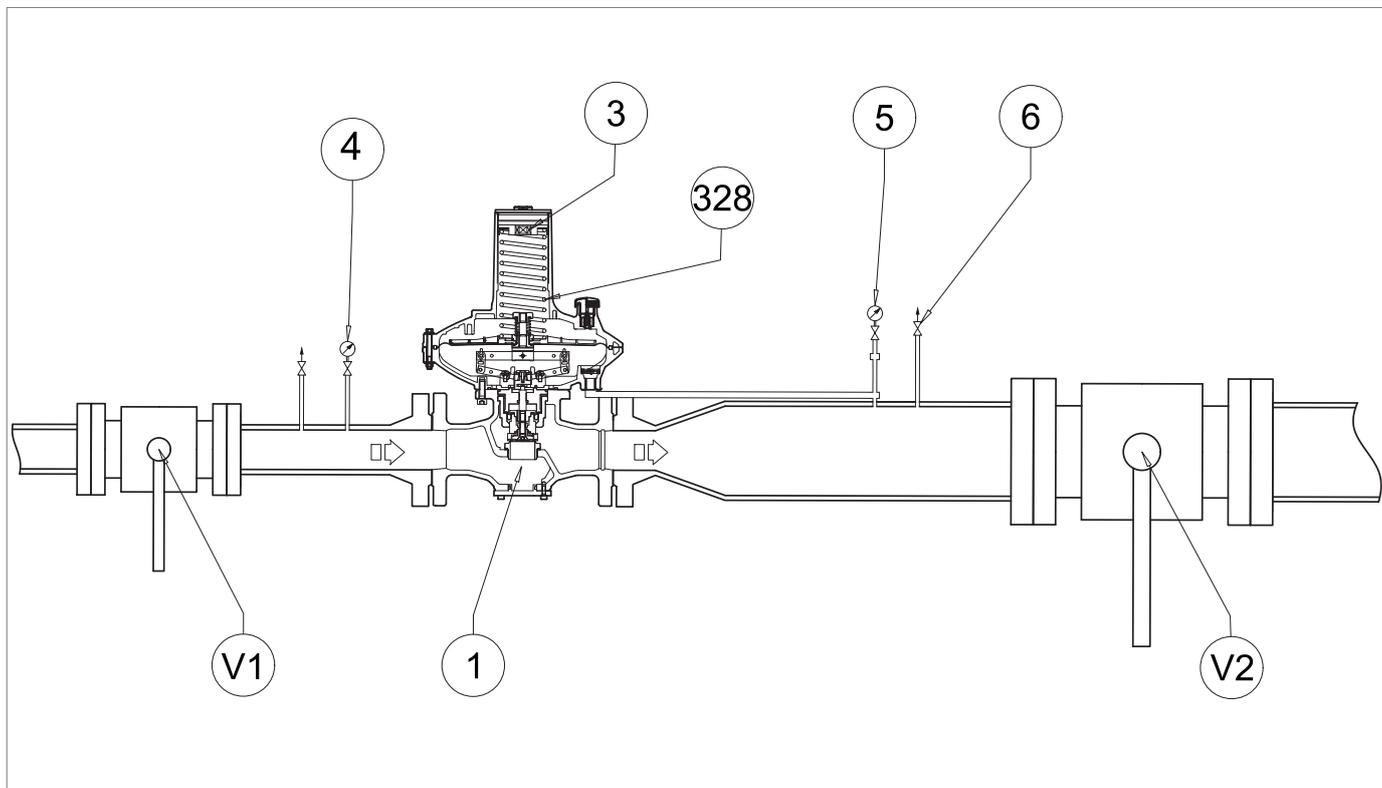
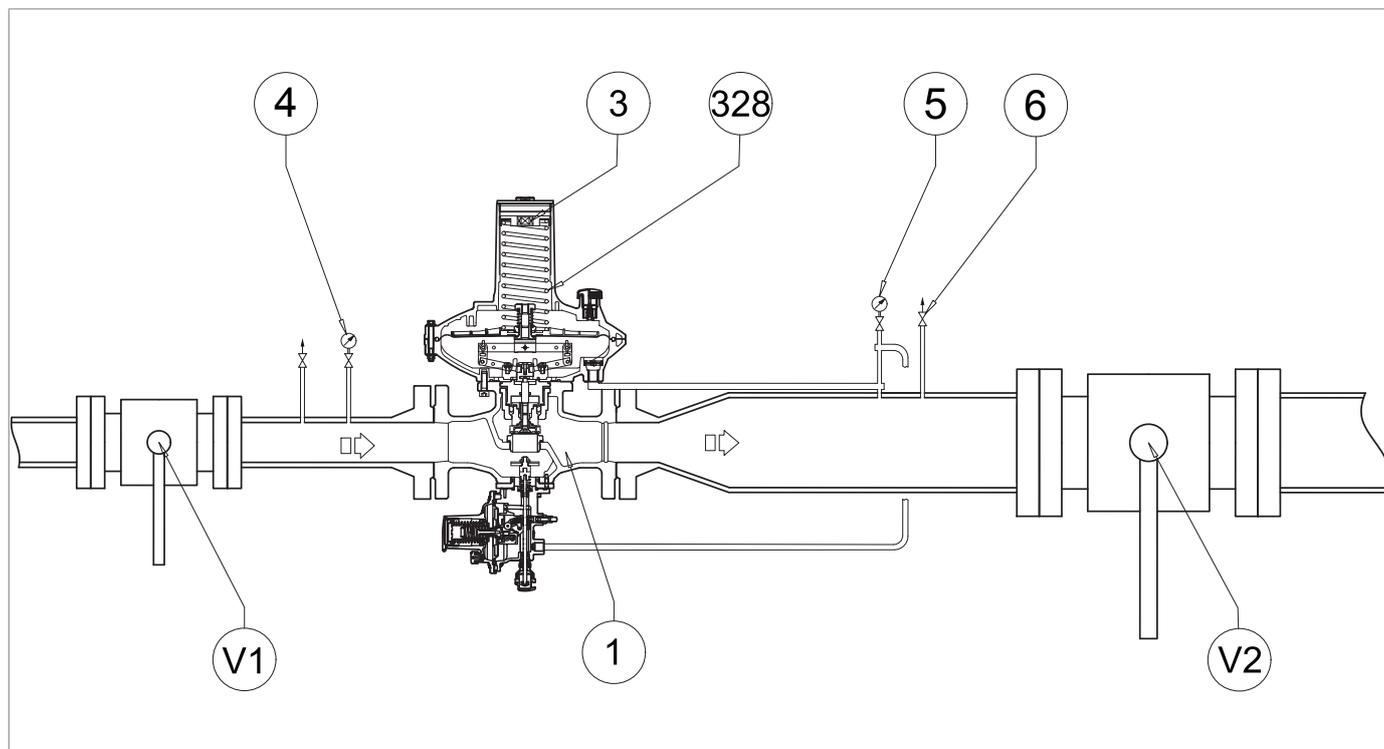
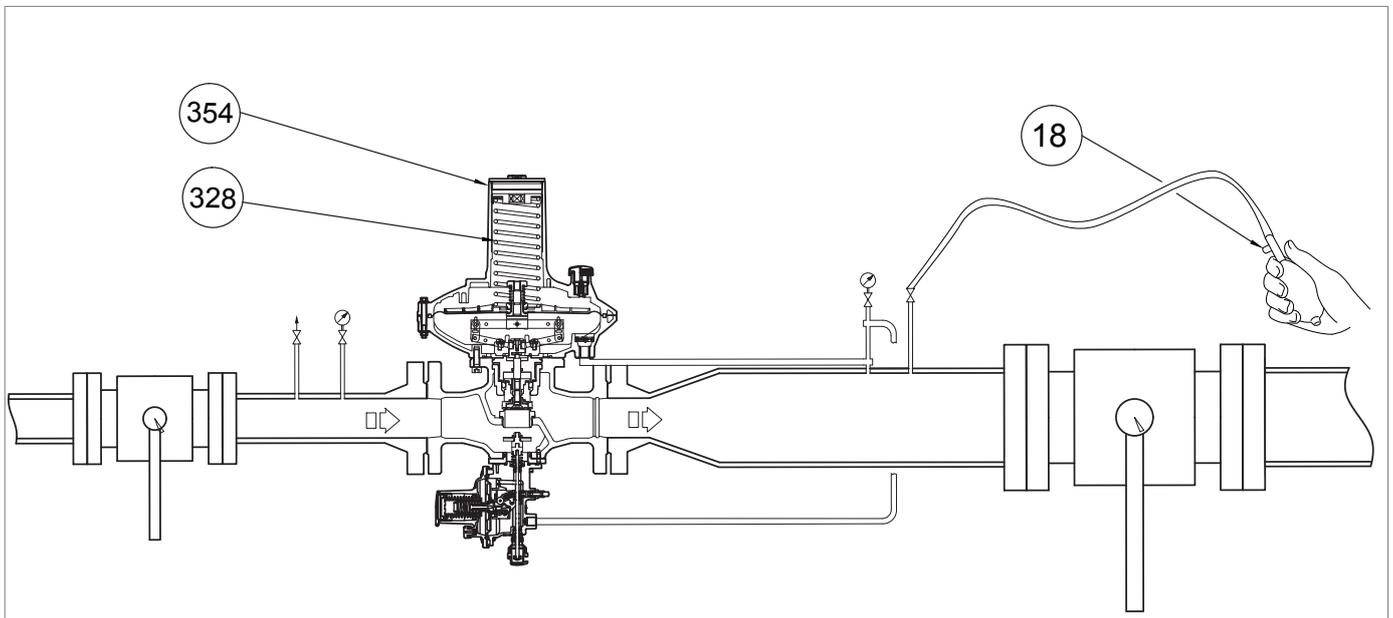

Рис. 8.16. Запуск в эксплуатацию регулятора DIVAL 600
Рис. 8.19. Запуск в эксплуатацию регулятора DIVAL 600 с ПЗК LA
Рис. 8.21. Герметизация с внешним источником для встроенного ПЗК LA
Для выполнения следующей процедуры см. рис. 8.19 в разделе «8.8.1 - Проверка уплотнения предохранительного запорного клапана LA»:
1	<p>Увеличить давление на выходе до значения срабатывания ПЗК, подключив внешний источник давления к сливному крану (рис. 8.19, дет. б), расположенному на трубопроводе на выходе, убедившись, что открыт дополнительный сливной вентиль (рис. 8.21, дет. 18).</p> <div style="border: 1px solid black; padding: 5px; margin: 5px 0;">  ВАЖНАЯ ИНФОРМАЦИЯ! </div> <p>Проверить давление с помощью манометра на выходе (рис. 8.16, дет. 5).</p> <p>Если отсекающий клапан:</p> <ul style="list-style-type: none"> <li>• срабатывает до предусмотренного значения давления: закрутить (по часовой стрелке) регулирующее кольцо (13), чтобы больше сжать пружину (11);</li> <li>• не срабатывает на предусмотренном значении давления: отвинтить (против часовой стрелки) регулирующее кольцо (13), чтобы сработала пружина (11).</li> </ul>
6	Закреть сливной кран (рис. 8.16, дет.б) для отключения внешнего источника давления.
3	<p>При необходимости снять крышку (рис. 8.21, дет. 354) вместе с регулировочное кольцо и снять регулировочную пружину (рис. 8.21, дет. 328).</p> <div style="border: 1px solid blue; padding: 5px;"> <p>! ВАЖНАЯ ИНФОРМАЦИЯ!  Проверить значение давления срабатывания ПЗК, указанное манометром на выходе (рис. 8.19, дет. 5).</p> </div>
5	<p>После проведения проверки на срабатывание отсекающего клапана при заданном значении, действовать следующим образом:</p> <ol style="list-style-type: none"> <li>1. Закрыть вентиль стравливания (рис. 8.16, дет. б)</li> <li>2. Установите регулировочную пружину (рис. 8.21, дет. 328), заглушку (рис. 8.21, дет. 354), регулировочное кольцо (рис. 8.16, дет. 3)</li> <li>3. Медленно открыть входной отсекающий клапан (V1) до тех пор, пока значение давления на выходе (Pd) не достигнет калибровочного значения регулятора, сверяясь с манометром на выходе (рис. 8.16, дет. 5)</li> <li>4. Закрыть отсекающий клапан на входе (V1)</li> <li>5. Медленно и частично открыть вентиль стравливания (рис. 8.16, дет. 6), чтобы уменьшить давление на выходе по показаниям манометра на выходе (рис. 8.16, дет. 5), пока не сработает минимальное давление</li> <li>6. Проверить правильное тарирование пружины минимального давления, повторяя шаги 2-3-4 не менее трёх раз</li> <li>7. Выполнить тарирование главного регулятора, см. пар. «8.5 - Процедура запуска в эксплуатацию регулятора»</li> </ol>